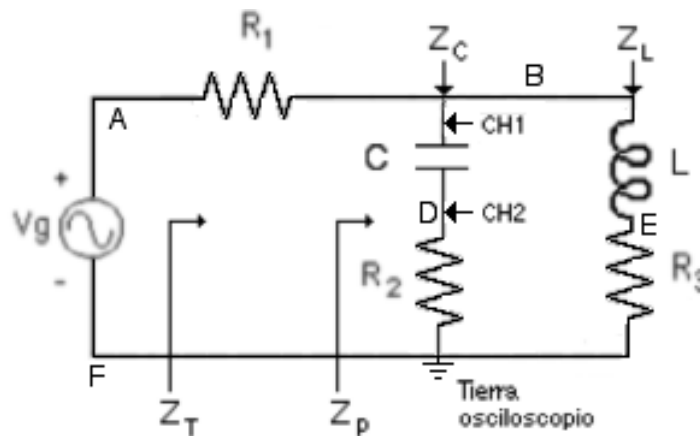

Figura 7.7.- Circuito para determinar el módulo y ángulo de las impedancias. Ubicación de las puntas para Z_C .
13.- Determinación experimental del módulo y el ángulo de impedancias: Monte el circuito de la Figura 7.7 con los valores indicados por su profesor, midiendo previamente con el óhmetro los valores de las resistencias R_1 , R_2 y R_3 , ya que las va a utilizar para realizar mediciones indirectas de corriente. **ASEGÚRESE QUE EL OSCILOSCOPIO ESTÉ FLOTANDO.**
14.- Ubique las puntas de prueba del osciloscopio como se indica en la Figura 7.7 para poder realizar la medición del voltaje, de la corriente y del desfase entre ambas señales de la rama capacitiva, cuya impedancia es Z_C .